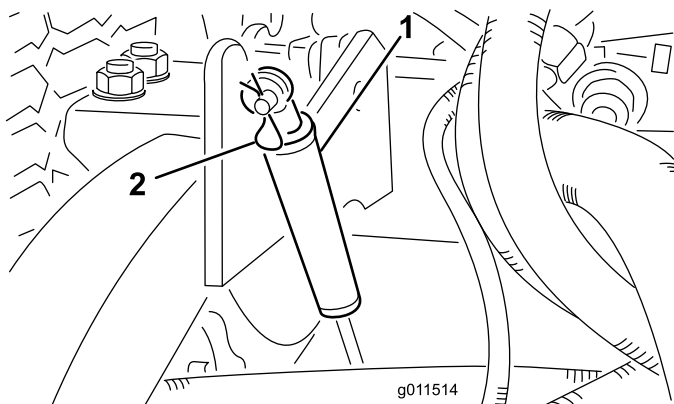

Figura 79
2. Togliete la coppiglia che fissa gli ammortizzatori ai bracci di sollevamento (Figura 79).